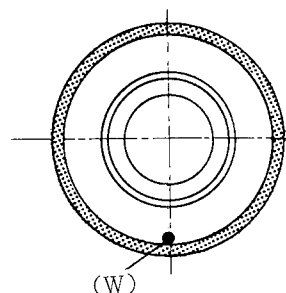

図1-27
(3) 砥石の重心(一番重い点)を見つける。
- ① 砥石にアンバランスがある場合、砥石は左右いずれかの方向に回転します。そして砥石の最も重い点が真下にくる状態で、砥石は静止する。この時、砥石の重心(W)は真下にあることになる。この点にチョークなどで印をつける(図1-27)。